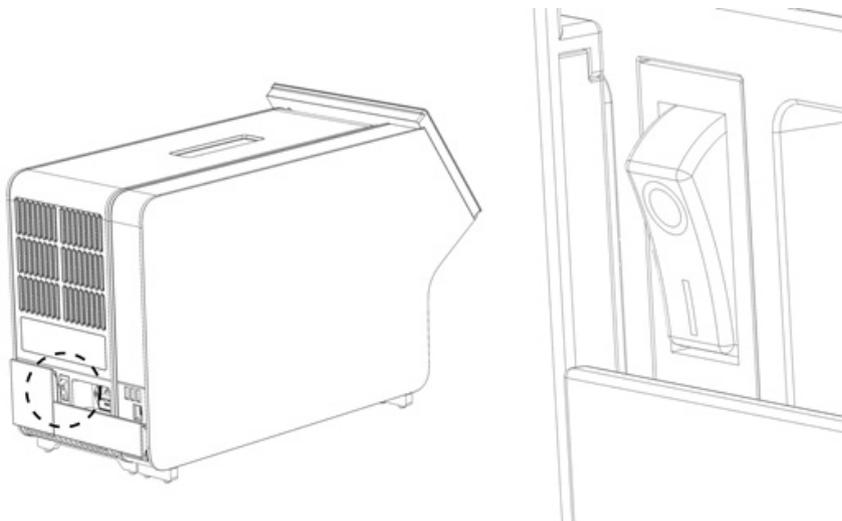

Figure 21. Localisez l'interrupteur d'alimentation et mettez-le sur la position « I ».
10. Mettez l'instrument sous tension en plaçant l'interrupteur d'alimentation situé à l'arrière du module analytique sur la position « I » (figure 21). Confirmez que les indicateurs d'état des modules analytique et opérationnel sont bleus.